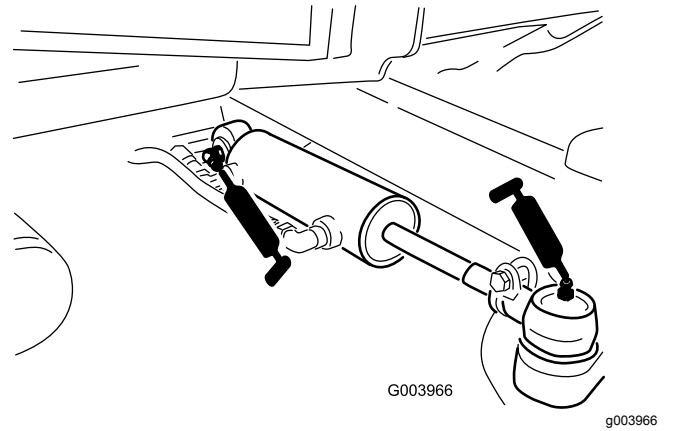

Bild 67
- Lenkzylinder-Kugelgelenke (2) (**Bild 67**)